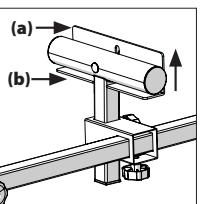

Fig. 7
- Suelte el botón de bloqueo y eleve la cara del tope hasta su posición más alta (**Fig. 7**), después, apriete el botón de bloqueo.